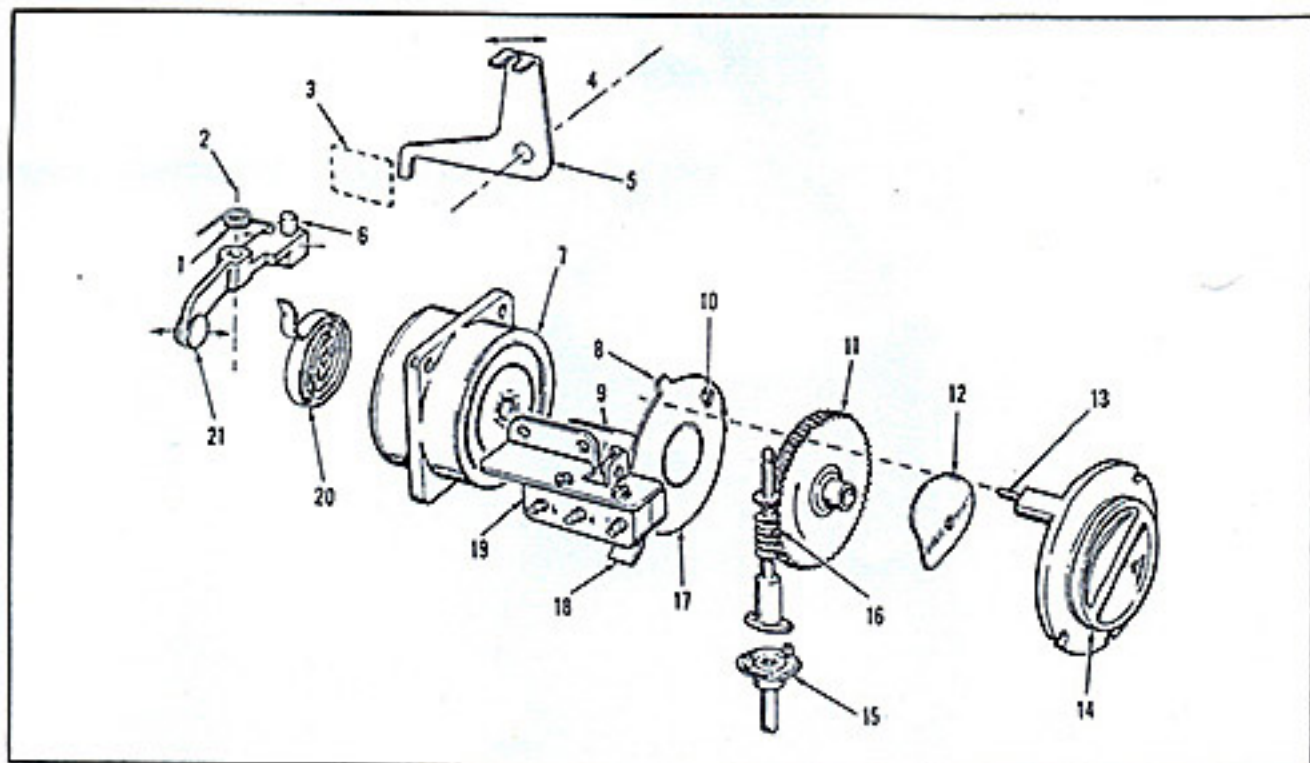

Abb. 1-5. Graphische Darstellung der Nachlaufkontrolleinrichtung.
1-24. Die gewünschte Nachlaufzeit wird durch einen Einstellknopf (14) (Abb. 1-5) eingestellt. An einer Scheibe unmittelbar am Einstellknopf im Inneren des Gehäuses befinden sich vier Ausbrüche, die den Einstellungen von „0“, „1“, „2“ und „3“ Sekunden entsprechen. Beim Einstellen setzt sich ein Arretierstift, der sich ebenfalls im Inneren des Gehäuses befindet, in einen der vier genannten Ausbrüche ein. Beim Verstellen der verschiedenen Nachlaufzeiten durch den Einstellknopf (14) muß derselbe aus dieser Verriegelung gelöst werden, was bedeutet, daß der Knopf vor dem Drehen in das Gehäuse eingedrückt werden muß. Der Knopf wird dann so lange gedreht, bis die Einstellmarke am Einstellknopf auf die gewünschte Zeit zeigt. Beim Loslassen des Knopfes muß derselbe durch den Druck der Federscheibe (12) wie-